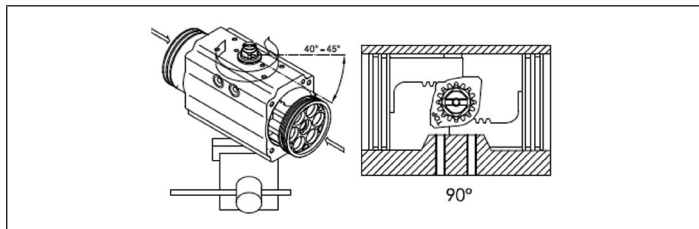

Fig. 14 : Tourner le corps dans le sens des aiguilles d'une montre
corps (pos. 50) de 40-45° dans le sens des aiguilles d'une montre (voir Fig. 14 :),